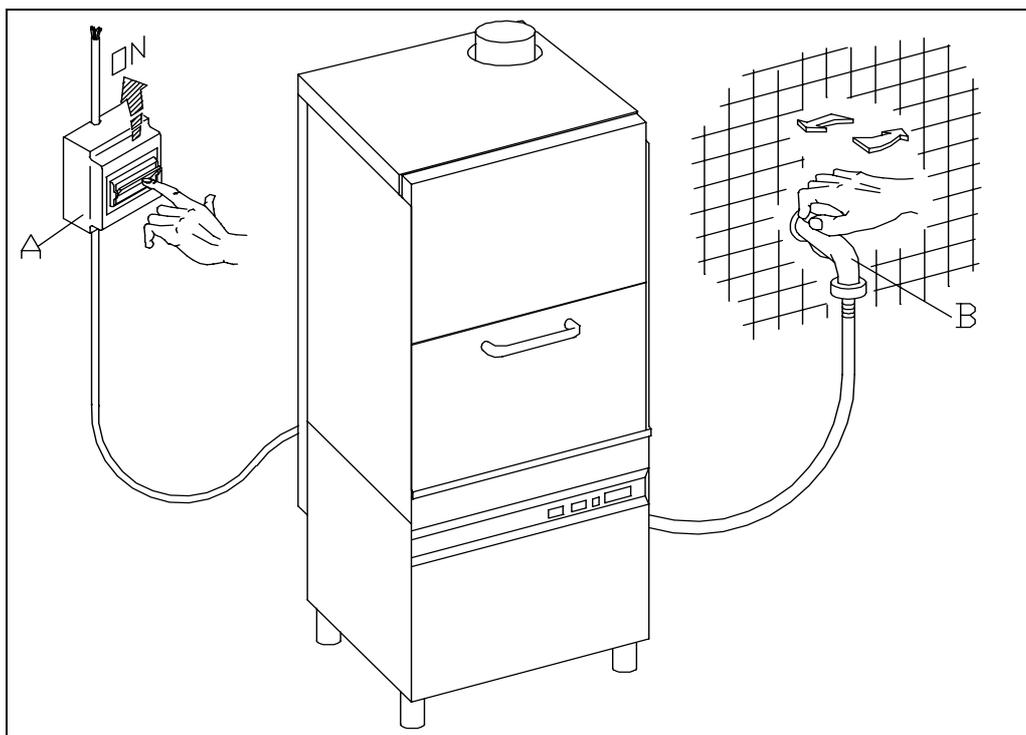

Fig. 3-1
- Aprire il rubinetto dell'acqua (B), inserire il troppopieno (H) e l'interruttore generale (A) ed attivare l'interruttore principale dell'apparecchio (1). L'accensione della spia di linea (A) dimostrerà che l'apparecchio è in tensione, avrà così inizio il carico dell'acqua nel boiler e successivamente nella vasca. Alla fine dell'operazione di caricamento acqua si inseriranno automaticamente le resistenze del serbatoio e della vasca. Una volta che le temperature visualizzate dai termometri (T1) e (T2) avranno raggiunto le temperature impostate sui termostati, vasca e serbatoio (boiler), l'apparecchio sarà pronto per iniziare il lavaggio. (fig.3-1÷3-2)
- Turn on the water tap (B), insert the overflow tube (H), switch on the master switch (A) and switch on by means of the appliance ON switch (1). The line warning light (A) illuminates to show that the appliance is live and the boiler and the tank are filled with water. When the appliance has been filled with water the boiler and tank heating elements are automatically activated. When the temperature shown on the thermometers (T1) and (T2) reaches the temperature set on the thermostats of the tank and the boiler, the appliance will be ready to start the washing programme. (fig.3-1÷3-2)
- Den Wasserhahn (B) öffnen, den Hauptschalter (A) betätigen, das Überlaufrohr einstecken (H) und den Schalter (1) einschalten. Das Aufleuchten der Kontrolleuchte (A) zeigt an, daß das Gerät unter Spannung steht und daß das Wasser in den Boiler und anschließend in den Tank eingelassen wird. Nach dem Auffüllen mit Wasser schalten automatisch die Heizelemente im Boiler und im Tank ein. Wenn die von den Thermometern (T1) und (T2) angezeigten Temperaturen, die auf den Thermostaten des Tankes und des Boilers angesetzten Temperaturen erreicht haben, kann das Spülprogramm gestartet werden. (fig.3-1÷3-2)
- Ouvrir le robinet de l'eau (B), introduire le trop-plein (H), insérer l'interrupteur général (A) et mettre en action l'interrupteur principal (1). Le témoin lumineux vert (A) qui s'allume indique que l'appareil est sous tension et que le réservoir d'eau commence à être alimenté et que la cuve le sera ensuite elle aussi. A la fin de l'opération d'alimentation en eau, les éléments chauffants du réservoir et de la cuve entreront automatiquement en fonction. Une fois que la température affichée par les thermomètres (T1) et (T2) aura atteint les températures affichées sur les thermostats du réservoir et de la cuve, on pourra faire démarrer un programme de lavage. (fig.3-1÷3-2)
- Abra el grifo del agua (B), introduzca el tubo de rebose (H), conectar el interruptor general (A) y conecte el interruptor principal del aparato (1). El encendido del piloto de línea (A) indica que el aparato está en tensión: empieza a llenarse de agua el tanque y a continuación se llena la cuba. Al final de la carga del agua se conectan automáticamente las resistencias del tanque y de la cuba. Cuando las temperaturas que indican los termómetros (T1) y (T2) alcanzan los valores prefijados en los termostatos de cuba y hervidor, el aparato estará listo para empezar el lavado. (fig.3-1÷3-2)
- Abrir a torneira de água (B), inserir o tubo de "muito cheio" (H), acionar o interruptor geral (A) e acionar o interruptor principal do aparelho (1). A indicação do sinal luminoso (DA), indicará que o aparelho está ligado, iniciará então o enchimento de água no reservatório e sucessivamente na cuba. Ao final da operação de enchimento de água, automaticamente funcionarão as resistências do reservatório e da cuba. Uma vez que as temperaturas visualizadas dos termômetros (T1) e (T2) atingirem os níveis ideais, nos termostatos da cuba e do reservatório (Boiler), o aparelho estará pronto para iniciar a lavagem. (fig.3-1÷3-2)
- A riempimento avvenuto, aprire la porta (I) e introdurre il detersivo (ca. 2 gr. per litro di capacità della vasca). Inserire il cesto (L) carico e chiudere la porta (I). Selezionare il ciclo di lavaggio inserendo il pulsante (2); per il ciclo 1 si accenderà la lampada spia (B), per il ciclo 2 si accenderà la lampada spia (C). A questo punto premere il pulsante START (3) e avrà inizio il ciclo di lavoro visualizzato dalla lampada spia (D): la fine del ciclo coincide con lo spegnimento di questa spia. Per spegnere la macchina si dovrà disinserire l'interruttore (1) portandolo nella posizione (OFF) spia (A) spenta (fig.3-1÷3-2).
- When the water intake cycle is complete, open the door (I) and add detergent (about 2 g. per litre of tank capacity). Position the full basket (L) and close the door (I). Select the appropriate washing cycle by pressing button (2): pilot lam (B) lights up for cycle 1; (C) lights up for cycle 2. Now press the START button (3) and the wash cycle displayed by light (D) will start. When the cycle is over, this light goes out. To turn off the appliance, turn the switch (1) to (OFF). Light (A) indicates the appliance is off (fig.3-1÷3-2).
- Nach erfolgter Füllung die Tür (I) öffnen und das Spülmittel einfüllen (ca. 2g/l Fassungsvermögen des Spülbehälters) Den gefüllten Geschirrkorb (L) einsetzen und die Tür (I) schließen. Das Programm durch Drücken des Druckknopfes (2) wählen, wird Programm 1 gewählt leuchtet die Kontrollampe (B) auf und bei Programm 2 die Kontrollampe (C). Nach Drücken des START-Druckknopfes (3) beginnt das Spülprogramm, die Kontrollampe (D) leuchtet auf und am Programmende erlöscht die Kontrollampe. Um das Gerät auszuschalten, muß der Schalter (1) auf die Position (OFF) gestellt werden, die Kontrollampe (A) erlöscht (fig.3-1÷3-2).
- Lorsque le remplissage est terminé, ouvrir la porte (I) et verser le détersif (environ 2 g pour chaque litre remplissant la cuve). Introduire le panier (L) plein et fermer la porte (I). Sélectionner ensuite le cycle de lavage en actionnant le bouton-poussoir (2). La lampe-témoin (B) s'allumera pour le cycle 1 et la lampe-témoin (C) s'allumera pour le cycle 2. A ce stade, presser le bouton-poussoir START (3) et le cycle de fonctionnement commencera, visualisé par la lampe-témoin (H). La fin du cycle coïncide avec l'extinction de ce voyant. Pour arrêter la machine, il faudra débrancher l'interrupteur (D) en le ramenant sur la position (OFF): lampe-témoin (A) (fig.3-1÷3-2).
- Después del llenado, abra la puerta (I) y vierta el detersivo (2 gramos aproximadamente por litro de capacidad de la cuba). Introduzca el cesto (L) carga y cierre la puerta (I). Seleccione el ciclo de lavado por medio del selector (2): para el ciclo 1 se enciende la luz testigo (B), para el ciclo 2 se enciende la luz testigo (C). Pulse ahora START (3) para arrancar el ciclo de trabajo: se enciende la luz testigo (D), que se apagará al final del ciclo. Para apagar la máquina desconecte el interruptor (1) posición OFF, luz testigo (A) apagada (fig.3-1÷3-2).
- Após o enchimento abrir a porta (I) e adicionar o sabão (cerca de 2 gramas para cada litro de capacidade da máquina). Colocar o cesto (L) cheio com a louça e fechar a porta (I). Selecionar o ciclo de lavagem apertando o botão (2). Para o ciclo 1 se acende a luz (B) e para o ciclo 2 será a luz (C). A partir deste ponto, acionar o botão START (3) e iniciar o ciclo de lavagem, cujo funcionamento será indicado pela luz (D); ao final do ciclo a luz anteriormente indicada se apagará. Para desligar a máquina basta acionar o interruptor (1) até a posição OFF e assim a luz (A) se apagará (fig.3-1÷3-2).
- I dosatori (a richiesta) di detersivo (M) e brillante (N) sono regolati dal costruttore. Nel caso si rendesse necessaria una diversa taratura, agire sulla vite di regolazione degli stessi dosatori. I contenitori di detersivo e brillante (se non in dotazione all'apparecchio) vanno posti presso la macchina ed il prelievo viene effettuato attraverso i tubi di raccolta trasparente (Tank per il detersivo e Boiler per il brillante) situati nella parte posteriore dell'apparecchio.
- The detergent (optional) dispenser (M) and rinse aid dispenser (N) are regulated by the manufacturer. If the setting needs to be changed, turn the regulating screw on the dispensers. The detergent and rinse aid containers should be placed next to the machine and connected to the transparent pipes fitted to the back of the appliance (Tank for the detergent and Boiler for the rinse aid).
- Die Dosierer (auf Anfrage) des Reinigungsmittels (M) und des Glanzspülmittels (N) werden werkseitig eingestellt. Für andere Einstellungen die Stellschraube der Dosiervorrichtung regeln. Die Behälter für Reinigungsmittel und Glanzspülmittel (wenn nicht mit dem Gerät mitgeliefert) müssen in unmittelbarer Nähe der Maschine stehen und die Entnahme erfolgt über die durchsichtigen Schläuche (Tank für das Reinigungsmittel und Boiler für Glanzspülmittel) an der Rückseite des Geräts.
- Les doseurs (sur demande) du détergent (M) et du produit de rinçage (N) seront réglés par le constructeur. S'il vous fallait régler différemment, faire tourner la vis de réglage sur les doseurs mêmes. Les alvéoles à détergent et à produit de rinçage (si non fournies avec l'appareil) seront mises près de la machine et le prélèvement sera effectué par des tubes transparents (Tank pour le détergent et Boiler pour l'agent de brillantage) situés derrière l'appareil.
- Los dosificadores (a pedido) de detersivo (M) y abrillantador (N) salen de la fábrica regulados por el Constructor. En el caso de que se necesitara una regulación distinta, usar el tornillo de dosificación de los propios dosificadores. Si los contenedores de detersivo y abrillantador no forman parte del equipamiento base, se deben colocar cerca de la máquina; el detersivo y el abrillantador se sacan a través de los tubos de toma transparentes (letrero Tank para el detersivo y Boiler para el abrillantador) ubicados en la parte trasera del aparato.
- Os dosadores (se requisitado) de sabão (M) e abrilhantador (N) vem de fábrica já regulados pelo próprio produtor, caso fosse necessária uma regulação diversa, basta girar o parafuso de regulação de ambos. Os recipientes de sabão e abrilhantador são colocados na máquina. Tanto o sabão como o abrilhantador são recolhidos através de tubos transparentes (Tank para o sabao e Boiler para o abrilhantador) localizados na parte posterior do aparelho.